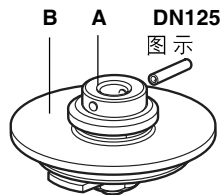

图6
- （如图6）小阀（A）起到导阀的作用，操作时首先打开，使得流体以一定的速度进入下游。阀门上下游的压差逐渐减小，使得主阀很容易从阀座上提起。为了帮助阀门关闭，流体介质应首先流向上阀腔，这与普通的流动方向相反。